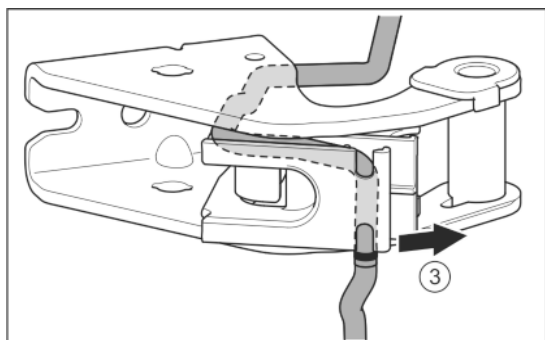

Fig. 30
- ▶ Wyjąć szary kabel z prowadnicy. Fig. 30 (3)